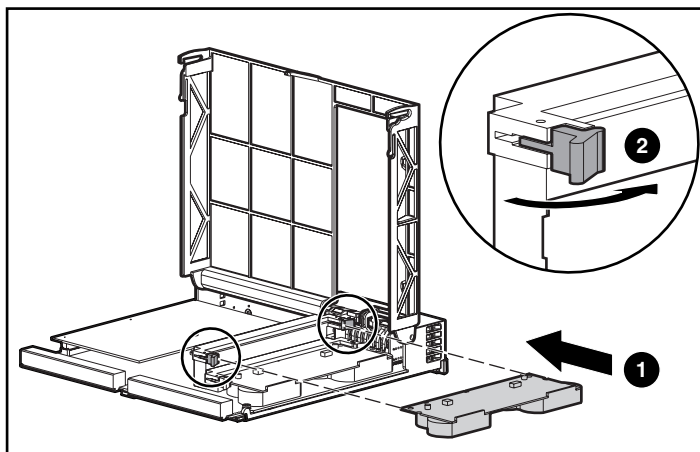

図 7: キャッシュ モジュールをインストールする
6. 新しい MSA1000 コントローラ キャッシュをコントローラ内にスライドさせてインストールします ❶。側面のラッチが完全にかかっていることを確認します ❷。図 7 を参照してください。